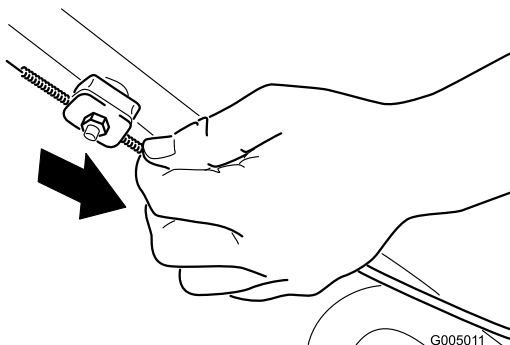

Figura 41
2. Tire hacia abajo de la cubierta del cable (hacia el cortacésped) hasta eliminar la holgura en el cable (Figura 41).